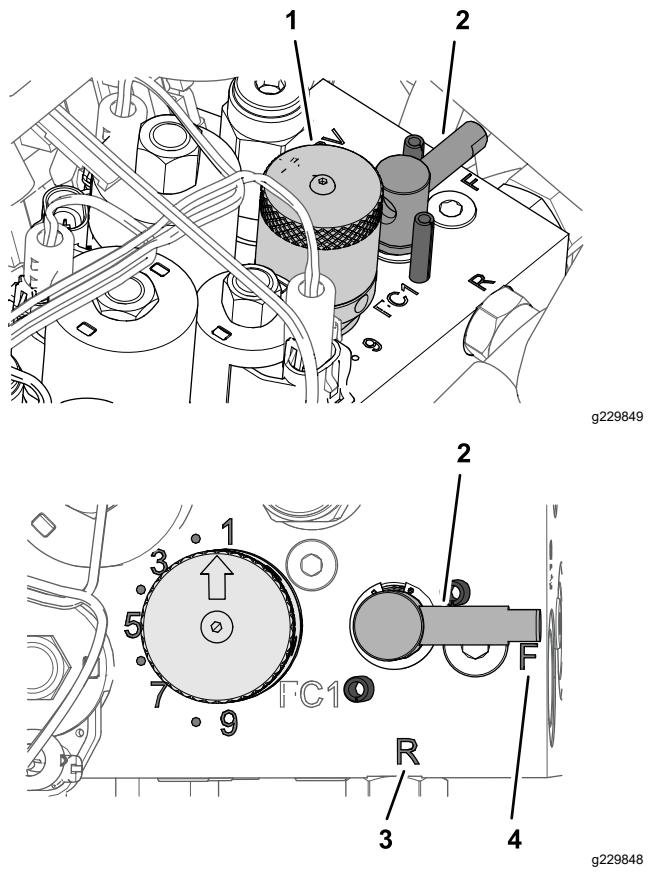

Figura 56
4. Rode a alavanca de retificação para a posição R (Figura 56).
5. Rode o manípulo da velocidade dos cilindros para a posição 1 (Figura 56).